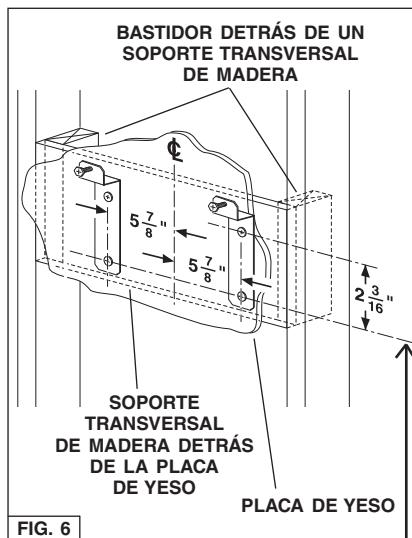

FIG. 6
- Construya un **bastidor** de madera en la pared que quede al ras de la superficie interior de los montantes de la pared. Fig. 6.